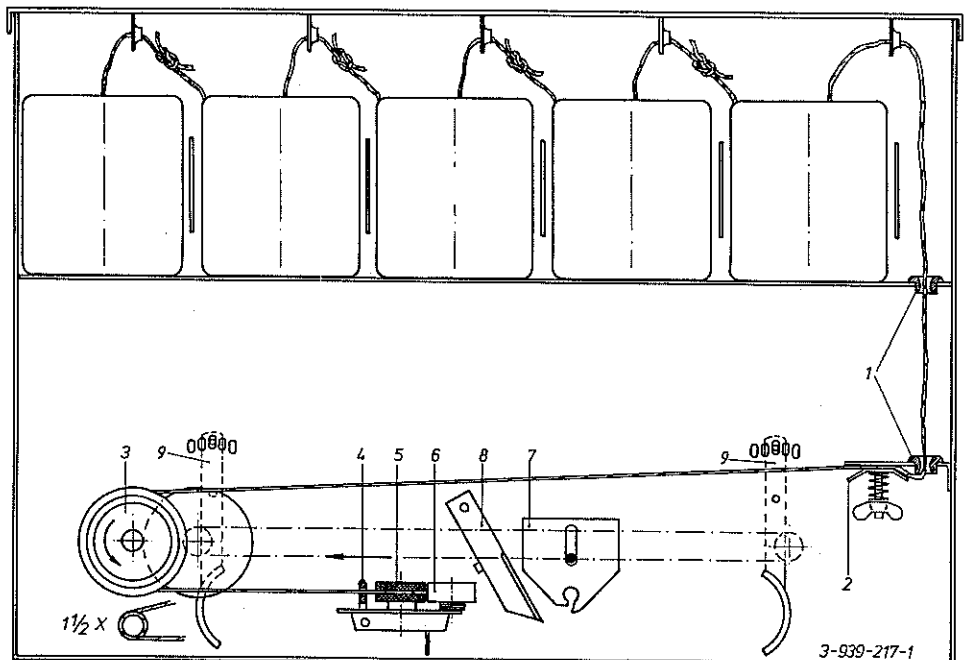

Abb. 13
1. Das Bindegarn wird nach Abb. 13 aufrecht in den Behälter gestellt und eingefädelt.
7. Bevor man anhält, Bedienungsseil des Starters ziehen, bis der rollende Ballen das hereinschießende Garn erfaßt und mitnimmt. Damit ist der Bindevorgang eingeleitet und läuft nun automatisch ab. Die Garnfangvorrichtung erfaßt das Garn und wickelt den Ballen von der Mitte beginnend nach links, dann über die gesamte Breite nach rechts und wieder bis zur Mitte. Hier wird das Garn von dem Messer 8 (s. Seite 11, Abb. 13) abgeschnitten. Danach steht der Bidegarnmechanismus für den nächsten Vorgang bereit.